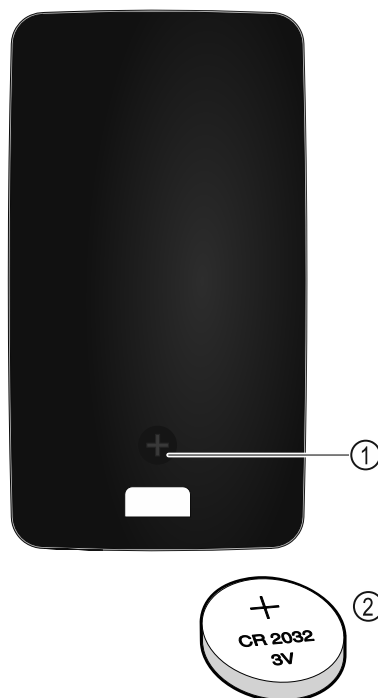

Fig. 232
L'alimentation électrique de la télécommande est assurée par une pile de type CR 2032 de 3 V Fig. 232 (2), disponible auprès des commerçants spécialisés.
- Dévisser la vis Fig. 232 (1) au dos de la télécommande.